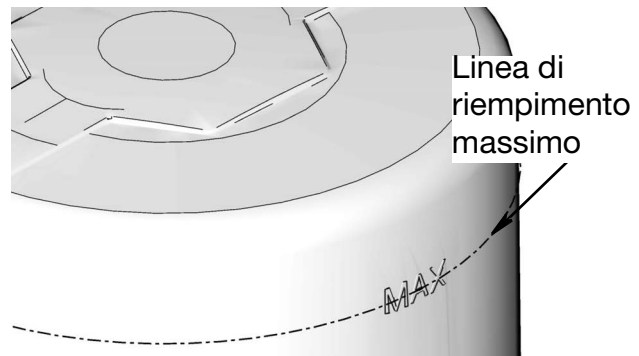

FIG. 12
- Non riempire eccessivamente (FIG. 12).